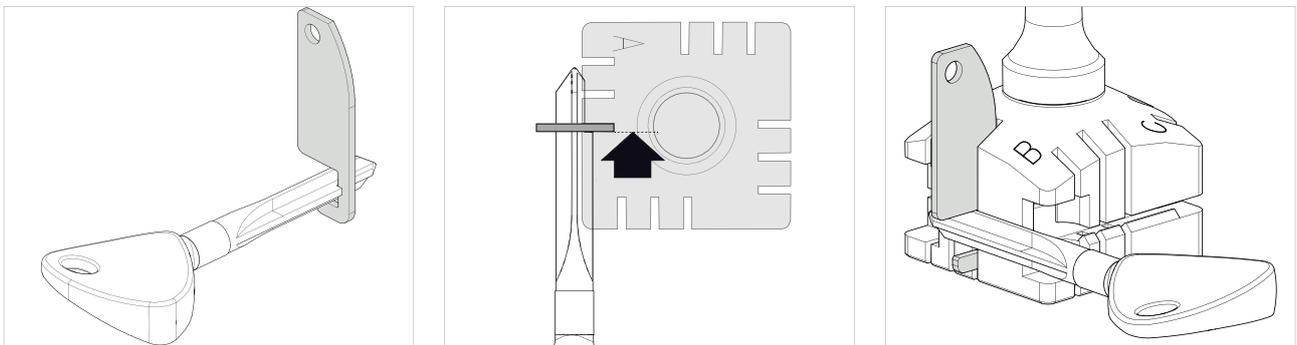
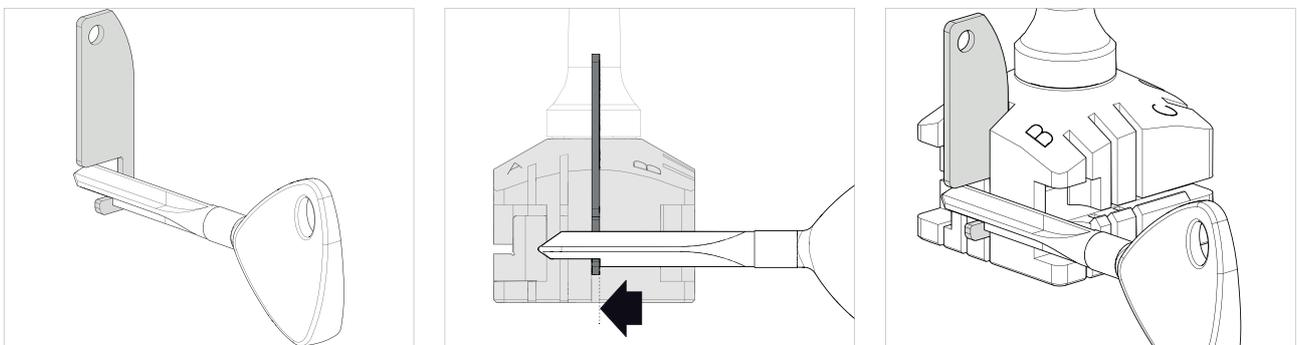
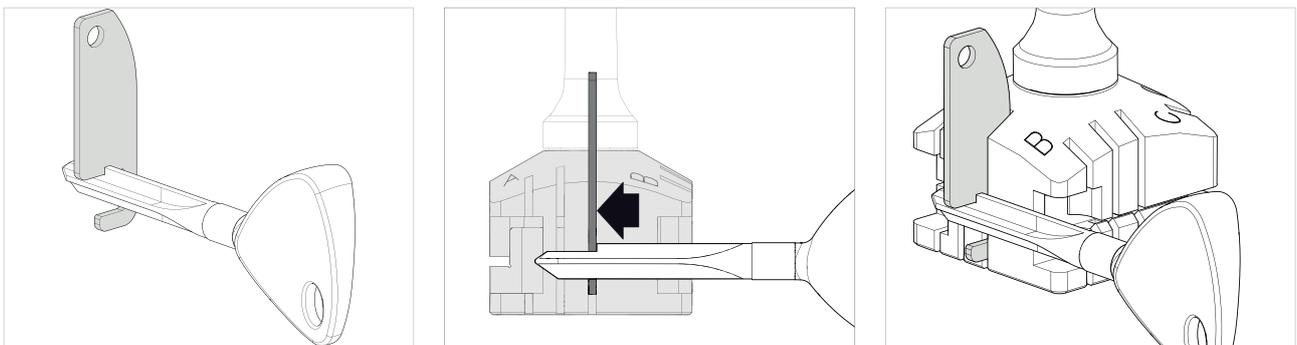

Fig. 40 - Tope llave hacia el INTERIOR de la mordaza
Fig. 41 - Tope llave hacia ABAJO
Fig. 42 - Tope llave hacia ARRIBA
- Introducir la barra con ranura en la hendidura de la mordaza según el tope llave (según lo ilustrado en Fig. 40 - Tope llave hacia el INTERIOR de la mordaza, Fig. 41 - Tope llave hacia ABAJO y Fig. 42 - Tope llave hacia ARRIBA).